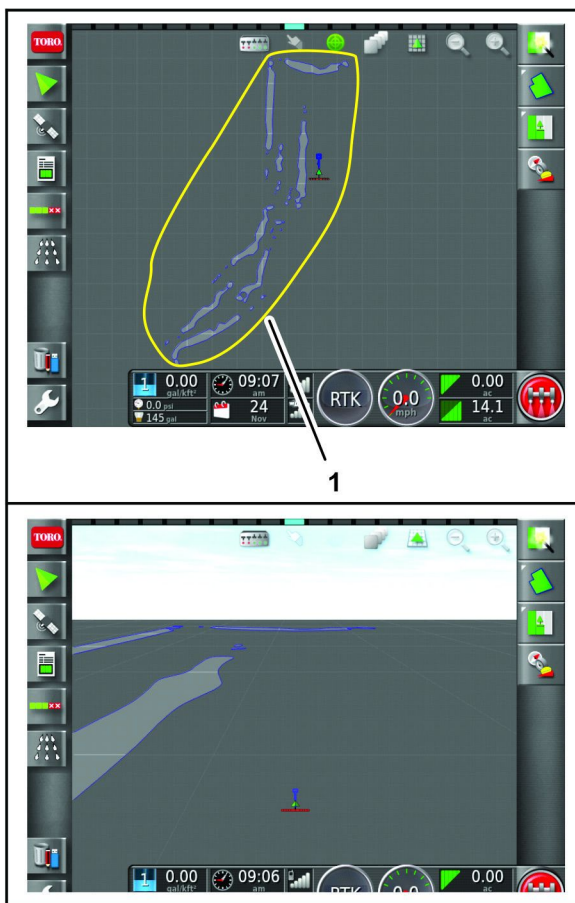

Bild 69
- Ein weiterer Sprühtechniker verwendet Maschine Nr. 2, um die Feldgrenzen für die Löcher 10 bis 18 zu kartieren (Bild 69).